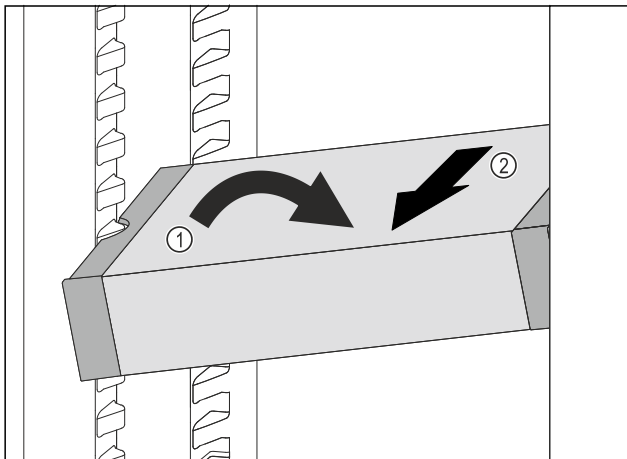

Fig. 88
- ▶ Incliner le VarioSafe dans la partie réfrigérateur. Fig. 88 (1)
- ▶ Sortir le tiroir VarioSafe par l'avant. Fig. 88 (2)